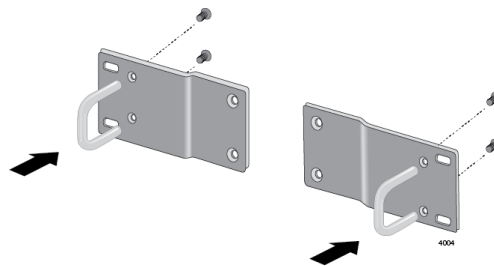

Рисунок 35. Крепление рукояток к кронштейнам
2. Прикрепите рукоятки к коротким кронштейнам при помощи винтов М3х6мм и крестовой отвертки, как это показано на рис. 35.